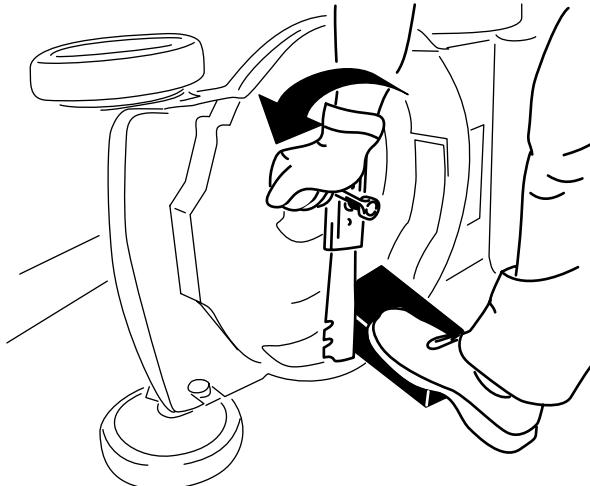

Figure 25
3. Immobilisez la lame avec un morceau de bois (Figure 25).
4. Déposez la lame et conservez les fixations (Figure 25).